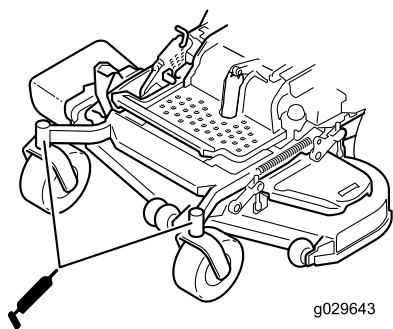

Figura 50
6. Montate il tappo esagonale e lo scodellino antipolvere (Figura 50).
7. Ingrassate i cuscinetti delle ruote orientabili (Figura 50).